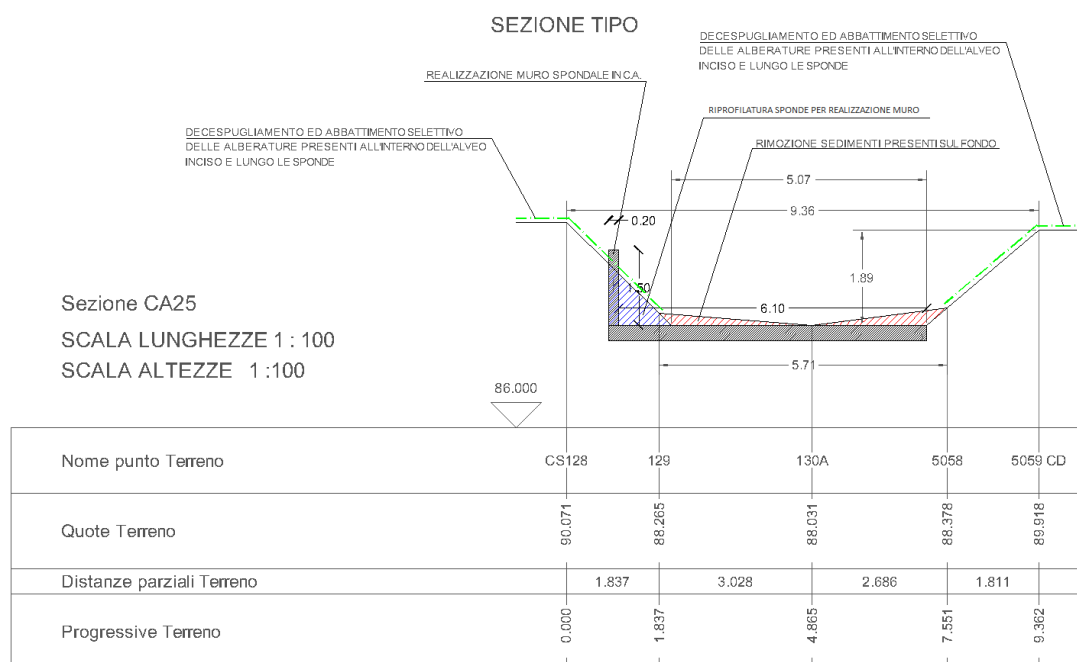

Figura 6 - Sezione tipologica d'intervento.
4. realizzazione in un tratto limitato di muro di sostegno in c.a. sulla sponda sinistra (la lunghezza totale del muro da realizzare è di circa 173 m) di cui si riporta in figura 6 la sezione tipologica.